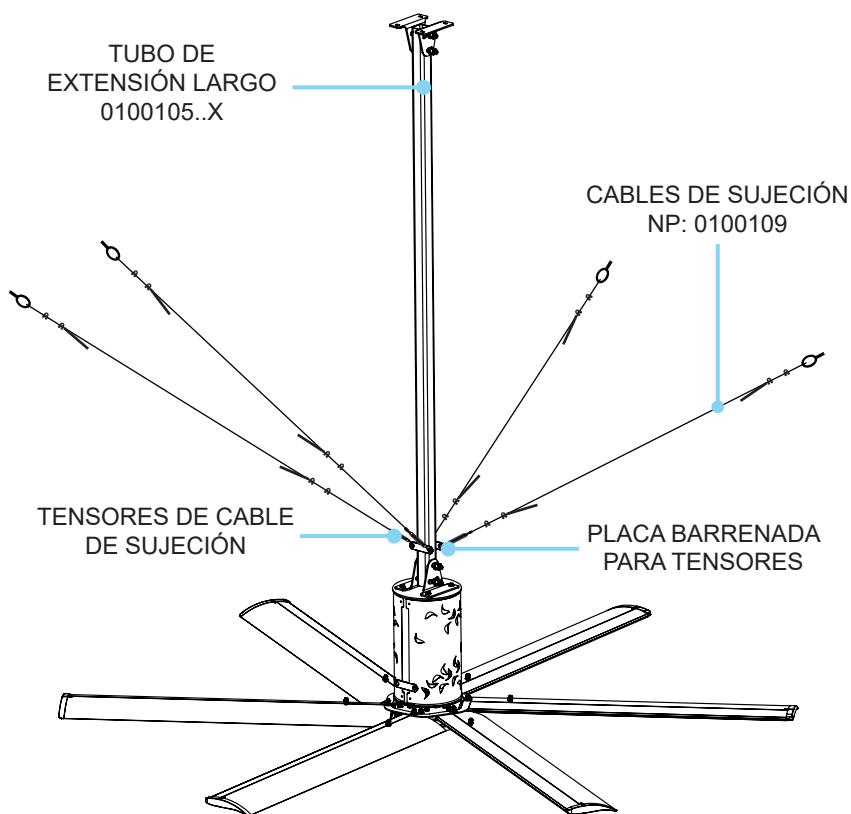

Fig 13.3
13.3 Pasar el cable a través del ojillo del tenzador y asegurarlo usando 2 nudos de sujeción NP:01001092 y asegurar el gancho del tenzador al barreno en la placa que se encuentra en el tubo de extensión largo. Fig. 13.3